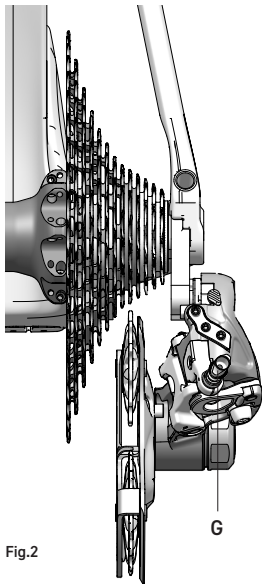

Fig.2
- si le galet supérieur est à droite du pignon et/ou le dérailleur arrière a du mal à monter sur le plus grand pignon, tourner dans le sens inverse des aiguilles d'une montre (dévisser) le réglage (G - Fig.2) pour déplacer le dérailleur vers l'intérieur